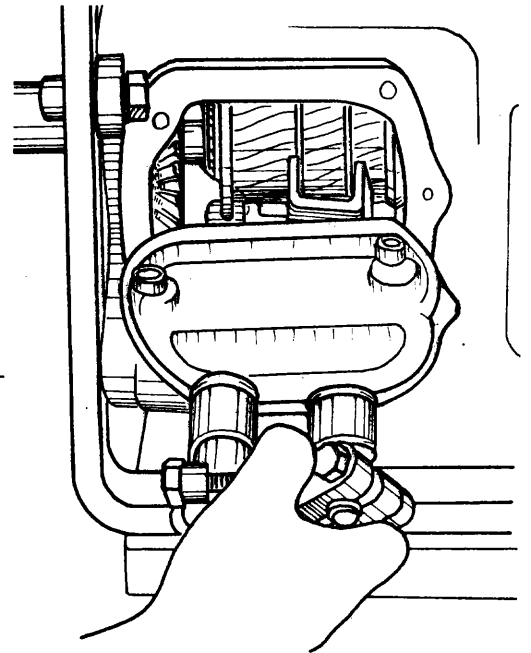

Fig. 1
- a Saque los tornillos de fijación de la tapa y retírela de su ubicación (fig. 1).